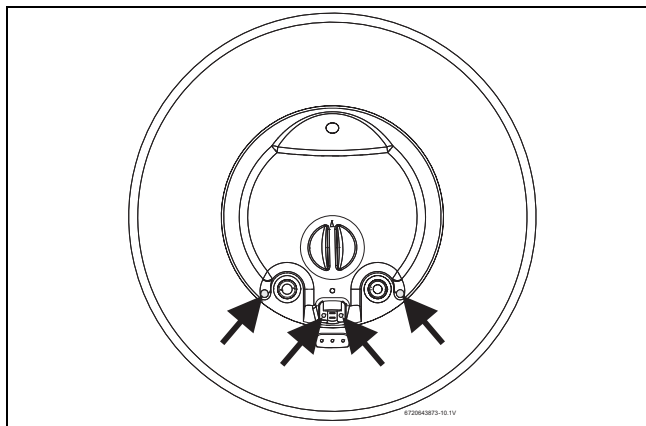

Fig. 12 Posição dos parafusos
- ▶ Retirar a tampa do termoacumulador desapertando os 4 parafusos (Fig. 12).